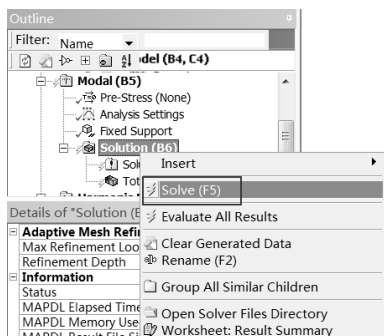

图 7-46 模态计算
Step2: 如图 7-46 所示, 在 Outline (分析树) 中的 Modal (B5) 选项上右击, 在弹出的快捷菜单中选择  Solve 命令, 此时会弹出进度显示条, 表示正在求解, 当求解完成后进度条自动消失。